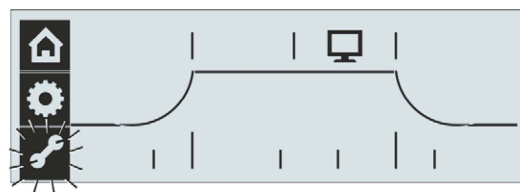

图3：选择参数菜单
3. 旋转操作按钮，选择“参数”菜单，直到“菜单”符号  开始闪烁（如图3所示）。